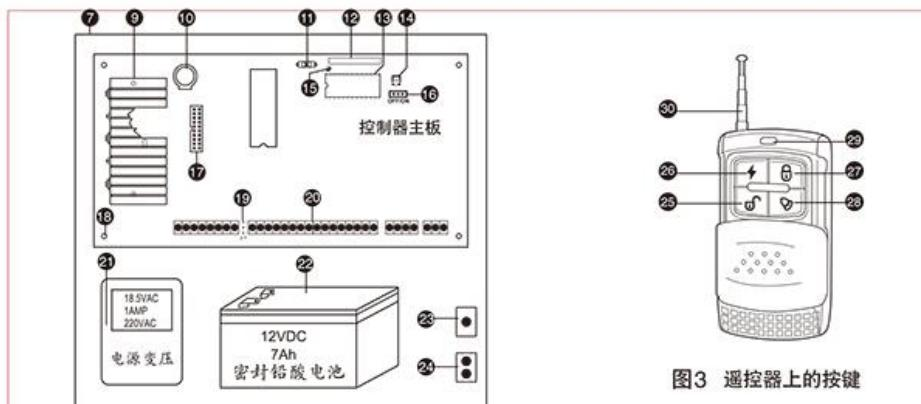

图2 用户主机内部结构
为了使本机防雷电路正常工作，控制器主板必须接地。将控制器主板接地引线（见图2 主板左下角⑯）连接到接地棒或其它接地装置上，即可实现主机箱体接地。